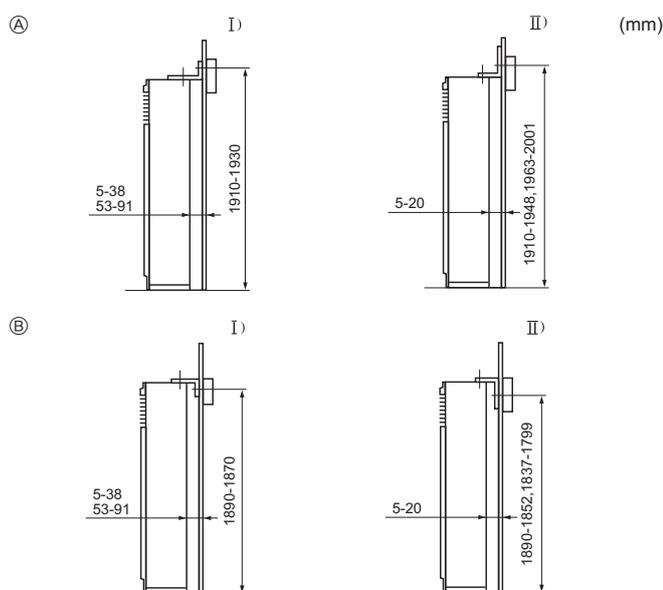
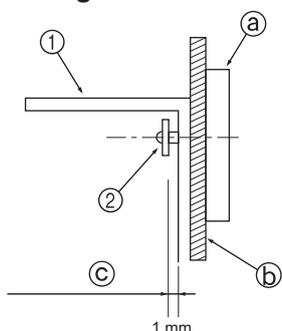

Fig. 3-3
Fig. 3-4
① Vältskyddsfäste
Vältskyddsfästet ① sitter i ytan på enhetens överdel. Tag ur de självborrande skruvarna ② och sätt sedan tillbaka fästet som illustration visar. För rätt installationsavstånd, se Fig. 3-3.
- E Skruva ur skruven ① och dra sedan gallret mot dig för att avlägsna den.
3.3. Montering av vältskyddsfäste (Fig. 3-3)
- (A) Fästet uppåtvänt
- (B) Fästet nedåtvänt
- Först, montera fästet på väggen och spänn sedan skruven så att fästet kan glida upp och ned. (Fig. 3-4)
- ① Vältskyddsfäste
- ② Självborrande skruv